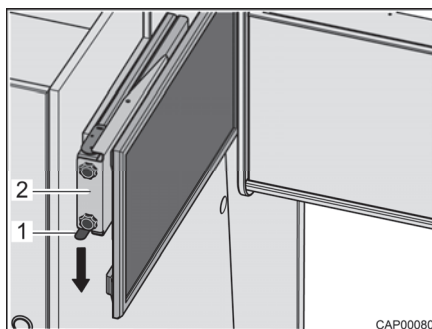

Bild 69 Utdrag med platt bildskärm
- Tryck låsfjädersnåren (Bild 69,1) nedåt och dra ut utdraget (Bild 69,2) med den platta bildskärmen vågrätt i riktning mot fordonets mitt.
- Skjut in utdraget (Bild 69,2) med den platta bildskärmen vågrätt fram till anslaget. Låsfjädersnåren (Bild 69,1) hakar fast hörbart.